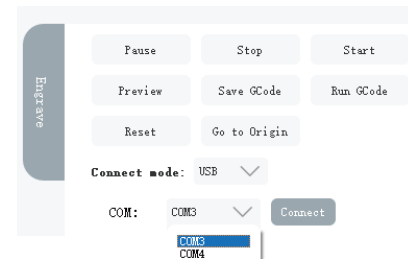

Fig.2
4. Automatischer Anschluss des Geräts (wenn der Anschluss nicht automatisch erfolgt, müssen Sie eine andere COM versuchen). -Fig.2